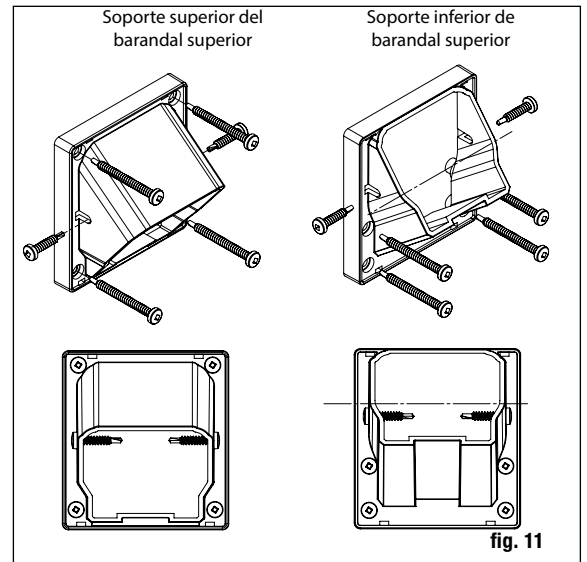

fig. 11
Paso 8 Coloque las cubiertas de soportes del barandal de escalera y los soportes de escalera en los extremos del barandal superior. Posicione el barandal superior colocando los balaustres dentro de los orificios taladrados mientras trabaja de un extremo a otro. Centre el soporte de la escalera en el poste. Usando el soporte de escalera como guía, marque las posiciones de los tornillos en la cobertura del poste y en el barandal en ambos extremos. Pretaladre agujeros guía de 3 mm (1/8 pulg.) a través de la cobertura de poste y del barandal. Sujete el soporte de escalera a la cobertura del poste usando los tornillos cuadrados de cabeza plana #8 - 15 x 5.1 cm (2 pulg) - #2 y luego sujete el soporte de escalera al barandal usando tornillos cuadrados autorroscantes de cabeza oblea #8-16 x 1.9 cm (3/4 pulg) - #1 (fig. 11).